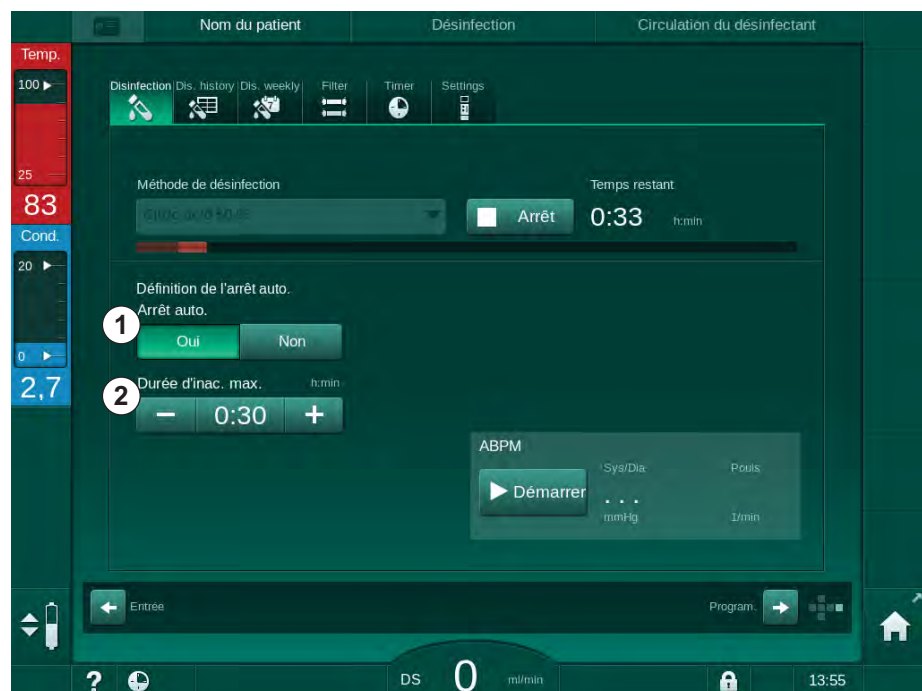

Fig. 7-15 Désinfection en cours - *Arrêt auto* activé
Après la sélection de l'écran de désinfection, le réglage prédéfini pour *Arrêt auto* (*Oui* ou *Non* ainsi que la durée d'inactivité maximale si *Oui*) sont indiqués. Le réglage de la fonction peut être modifié à chaque fois avant ou après le démarrage de la désinfection en touchant *Arrêt auto, Oui* ou *Non* (Fig. 7-15 , ①).